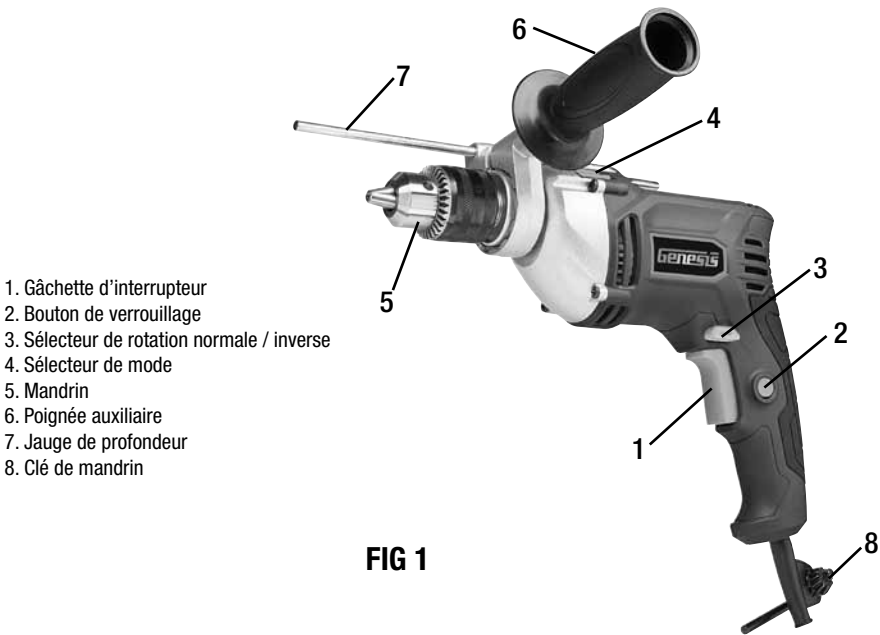

FIG 1
Votre outil est équipé d'une gâchette d'interrupteur (1-FIG 1) contrôlant aussi la vitesse de rotation. Elle dépend de la pression exercée sur cette gâchette. En augmentant lentement la pression du doigt sur la gâchette la vitesse de l'outil augmente graduellement jusqu'à atteindre son rythme en tours/minutes maximum spécifié.
Le bouton de verrouillage sur marche (ON) (2-FIG 1) est situé dans la poignée de votre outil, à côté de la gâchette d'interrupteur, il vous permet de faire fonctionner en continu votre perceuse à la vitesse sélectionnée sans avoir à maintenir cette pression fixe sur la gâchette.
Ce sélecteur d'inversion de sens (3-FIG 1) se trouve au-dessus de la gâchette. Il est conçu pour vous permettre de choisir le sens de rotation du mandrin de la perceuse. Pour du perçage avec ou sans percussion et du vissage, la perceuse tourne dans le sens normal ou horaire. La rotation en sens inverse ou anti-horaire est généralement sélectionnée pour dégager un foret d'un trou et pour enlever des vis.
Le sélecteur de mode (4-FIG 1) vous donne la possibilité de faire fonctionner cet outil dans deux modes distincts. Un réglage fournit une rotation seulement, pour enfoncer des vis ou percer des trous dans bois, métal, plastique et autres matériaux relativement tendres. Ce mode est également utilisable pour agiter de la peinture, poncer, décaper à la brosse métallique, etc. Le second mode fournit rotation plus percussion. Il vous permet de mieux forer des trous dans béton, asphalte, carreaux, briques et autres matériaux de maçonnerie durs.